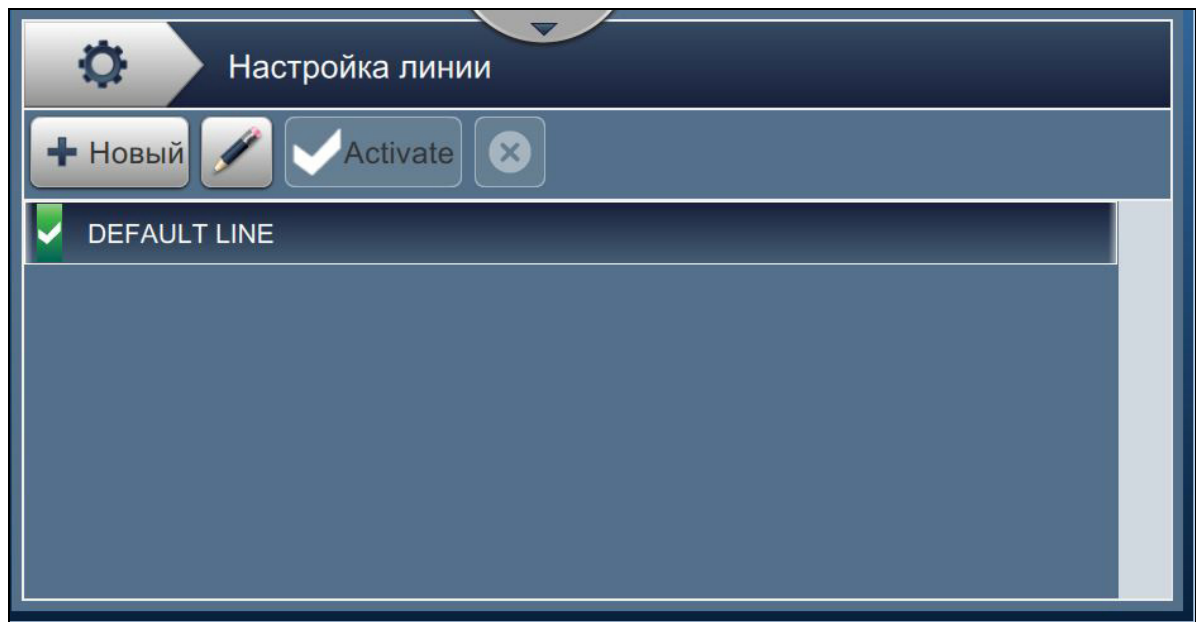

Рис. 6-26: Экран «Наладка линии»
2. Нажмите кнопку  на экране «Наладка линии», чтобы создать наладку линии, как показано на Рис. 6-26. Откроется экран «Имя наладки линии» с клавиатурой.